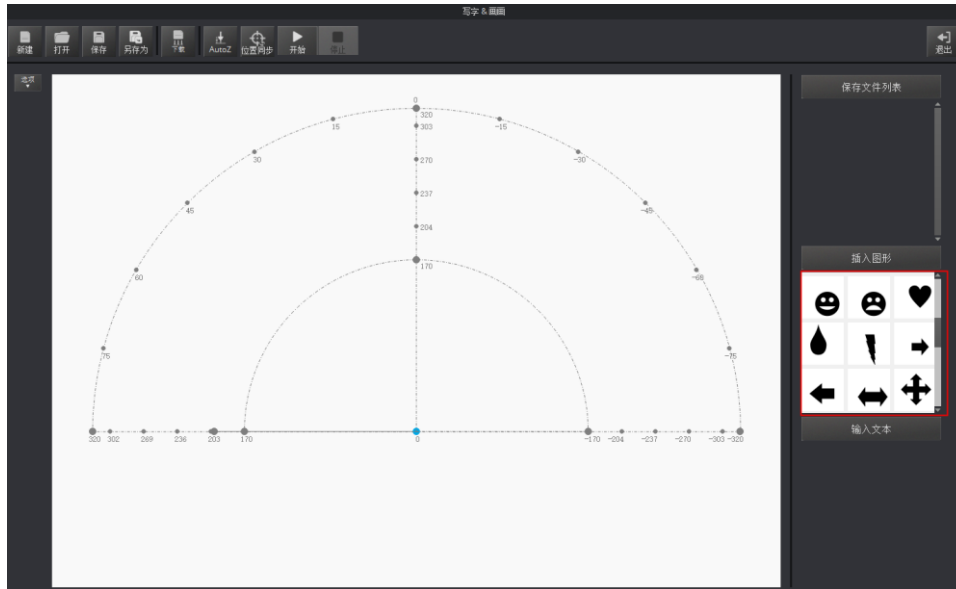

图 5.59 插入系统自带的图形文件
- 在“写字 & 画画”页面右下方的“插入图形”单击选择系统自带的图形文件。如图 5.59所示。